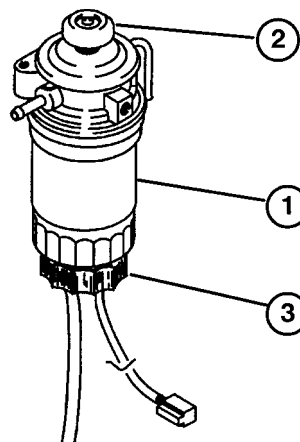

図 21
3. フィルタ/セパレータのドレン・プラグを開き、たまっている水を出す。必要ならプライミング・ポンプを使う（図 21）。水抜きが終わったらドレンを確実に閉める。